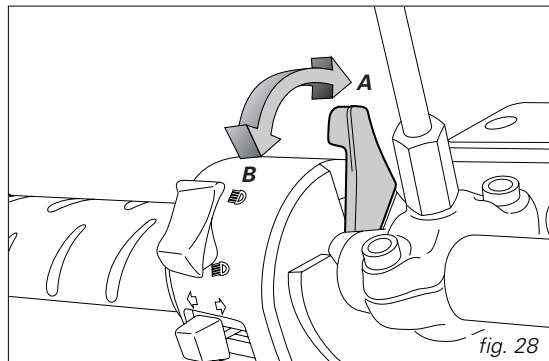

fig. 28
2) Déplacez le levier de starter en position (B) (fig. 28).